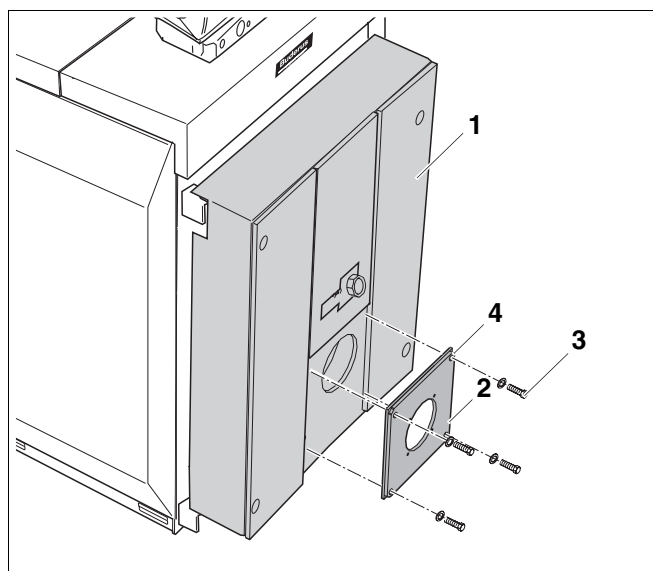

Рис. 46 Монтаж пластины под горелку
- Закрепить пластину (рис. 46, поз. 2) на дверце горелки (рис. 46, поз. 1) используя болты и шайбы (рис. 46, поз. 3) (для уплотнения установить прокладку).